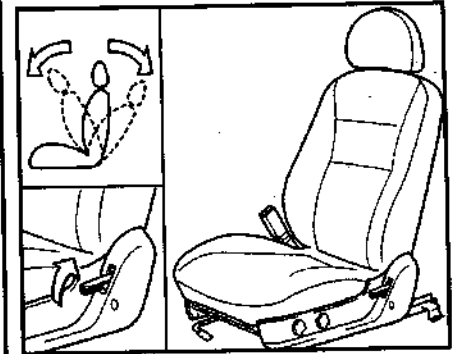

Рис. 15. Расположение ручки и направления регулировки наклона спинки передних сидений
1. Наклонитесь немного вперед и приподнимите ручку регулировки наклона спинки сиденья, расположенную с краю сиденья (рис. 15).